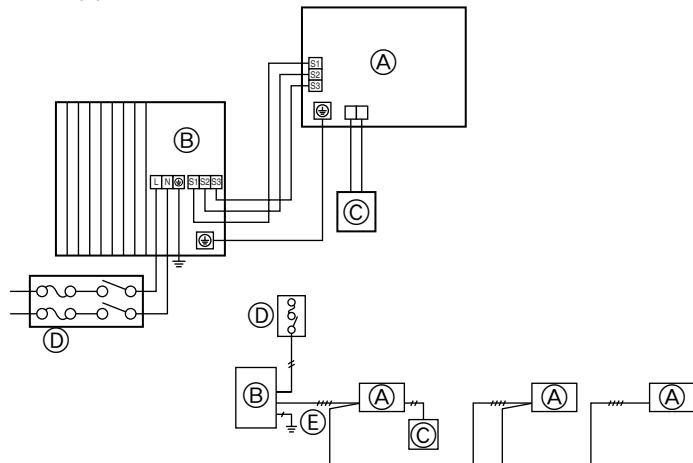

Fig. 6-1
6.1. Меры предосторожности (Fig. 6-1)
- Для ①, ④ обычно устанавливается защитное заземление с прерывателем без предохранителей (Прерыватель утечки на землю [ELB]).